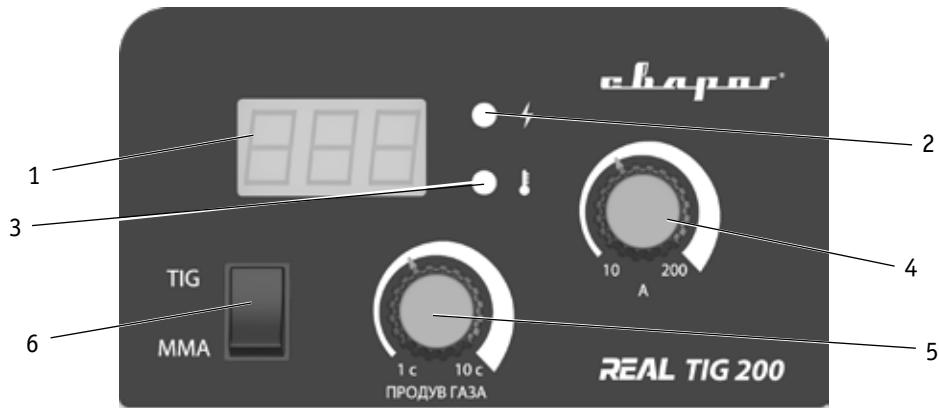

Рис. 7.1. Передняя панель.
7. Выберите кнопкой режим TIG сварки (п. 6, рис. 7.1).
8. С помощью регуляторов (п. 4, п. 5, рис. 7.1) установите необходимые значения параметров сварки.